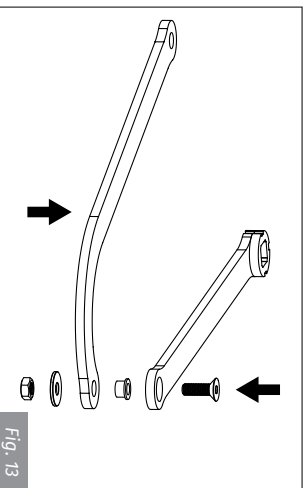

Fig. 13
- Caso instale apenas um motor e o braço não esteja na posição correta, pode trocá-lo facilmente de direção seguindo as indicações na imagem Fig. 13.